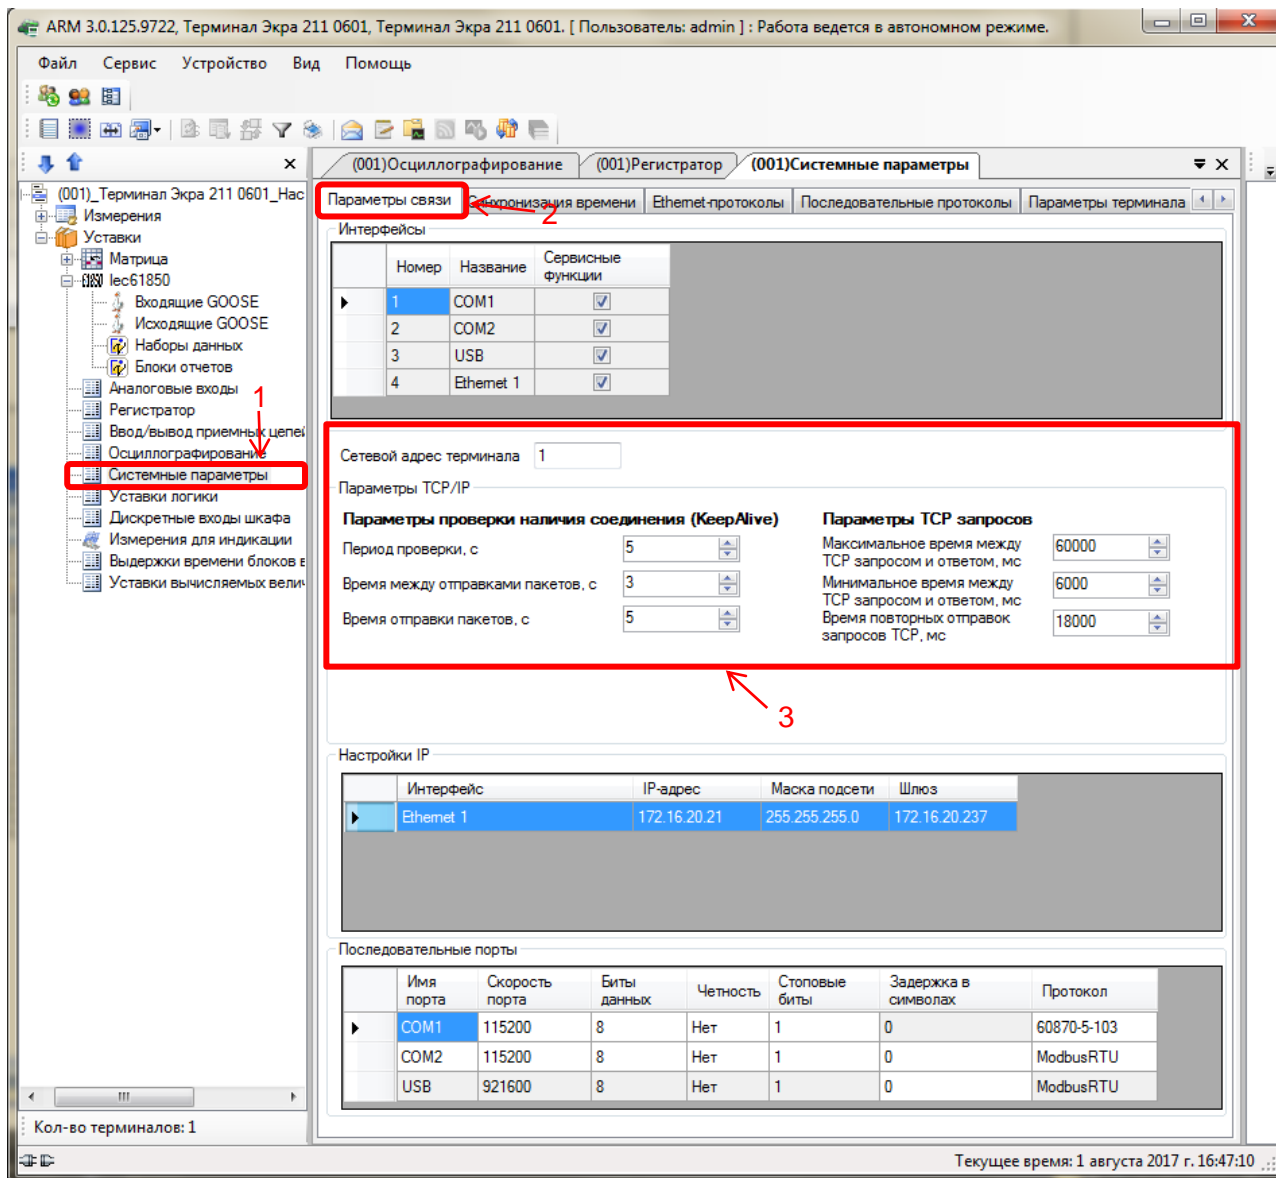

Рисунок 5 – Настройка параметров связи по протоколу МЭК 60870-5-104
2.5.1 В «дереве» проекта выбрать раздел **Уставки** → **Системные параметры** (см. рисунок 5, обозначение 1) и открыть окно, дважды щёлкнув мышкой на соответствующий пункт «дерева» проекта.
2.5.2 На вкладке **Параметры связи** (см. рисунок 5, обозначение 2) в разделе **Параметры TCP/IP** (см. рисунок 5, обозначение 3) оставить по умолчанию параметры проверки наличия соединения (TCP KeepAlive) (см. таблицу 3) и параметры TCP запросов (см. таблицу 4).